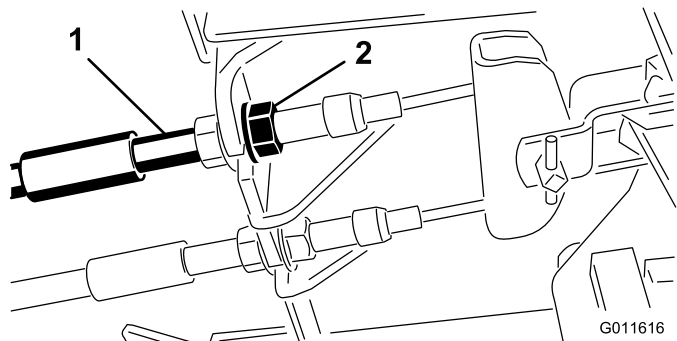

Figura 66
1. Para reduzir a folga dos pedais dos travões, aperte os travões desapertando a porca dianteira que se encontra na extremidade roscada do cabo dos travões (Figura 66).